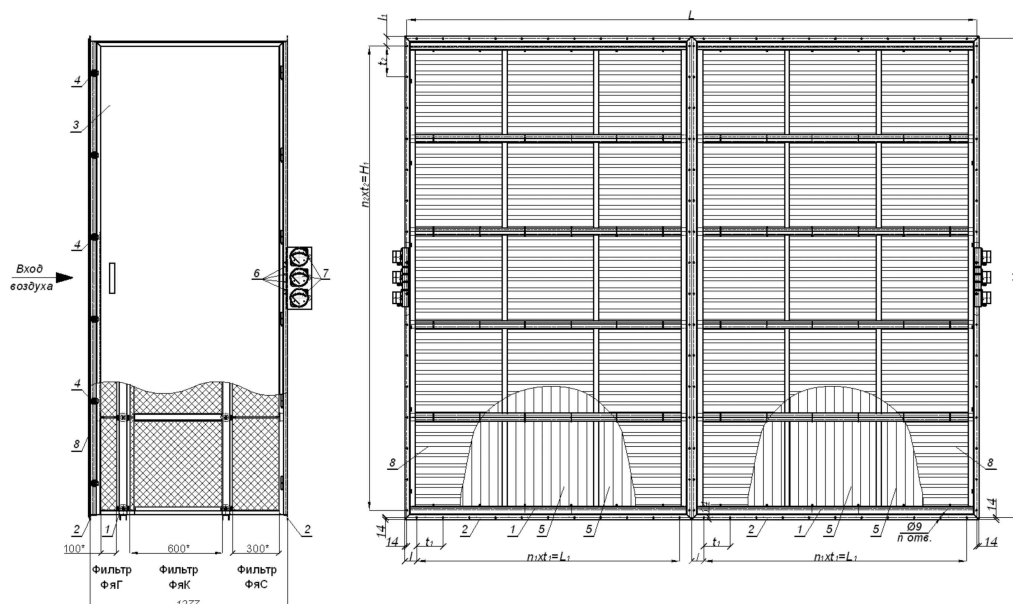

Рис. 2 Схема секции воздушных фильтров ССФ-В3-2/6х5
На рис. 2 показана секция воздушных фильтров ССФ-В3-2/6х5, состоящая из 2-х секций ССФ-В3-2/3х5, соединяемых при монтаже. Обслуживание секции и замена фильтров осуществляется через двери, расположенные с двух сторон.
Секция воздушных фильтров ССФ-В3-2/6х5 (см. рис.2) оснащена 8 штуцерами (6), по четыре с каждой стороны, для контроля сопротивления в каждой половине секции (ССФ-В... 2/3х5) с помощью шести диффманометров. На практике достаточно вести контроль только в одной половине, т.к. при равномерном распределении воздуха на входе запыление фильтров (увеличение сопротивления) происходит равномерно в обеих половинах.